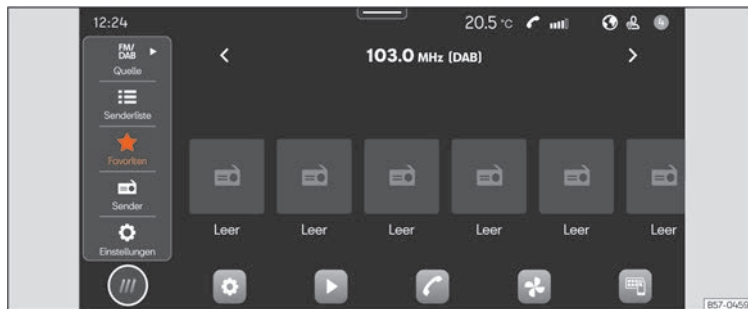

Abb. 134 Schematische Darstellung: Ansicht Radio.
- Drücken Sie **HOME** > >>> **[Abb. 134]**.